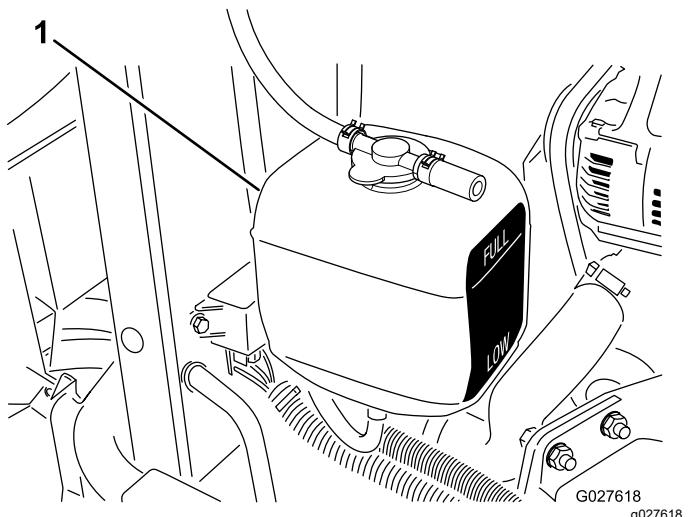

Figura 81
3. Controllate il livello del refrigerante nel serbatoio di espansione (Figura 81).